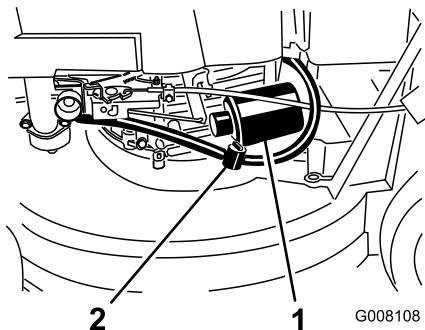

Figura 22
5. Coloque un trapo debajo del filtro de aceite para recoger cualquier aceite que se salga mientras retira el filtro (Figura 22).
3. Cierre la válvula de combustible (Figura 22).